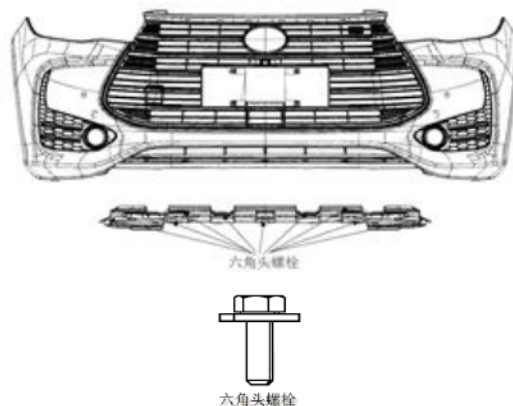

图 2-3 前保险杠下护板的拆卸
- (3) 用十字螺丝刀拆下前保险杠下护板与前保险杠、发动机挡泥板连接的 11 个六角头螺栓以及前保险杠下护板与前端模块配合的 5 个六角头螺栓，即可取下前保下护板，如图 2-3 所示；